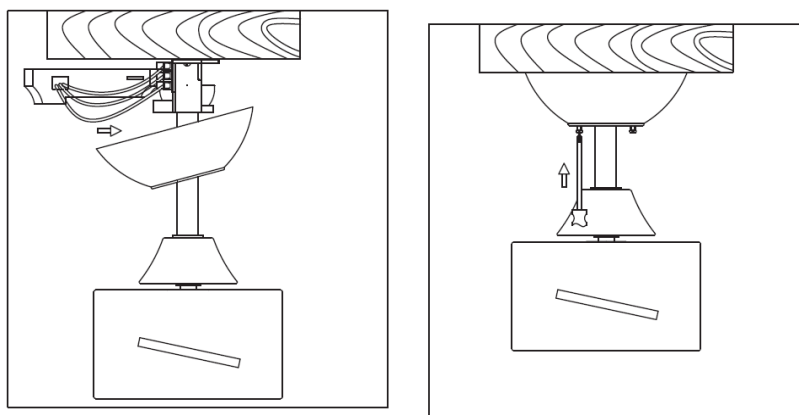

Fig. 10
**COMPLETAMENTO DELL'INSTALLAZIONE****INSTALLAZIONE DELLA CALOTTA (Fig. 10)**